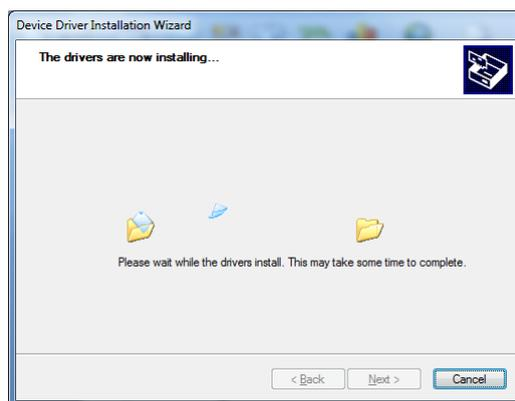

Figure 16: Ecran d'attente de l'installation
9. Merci de patienter lorsque qu'un écran similaire à la **figure 16** apparaît, vous montrant la progression du processus d'installation.